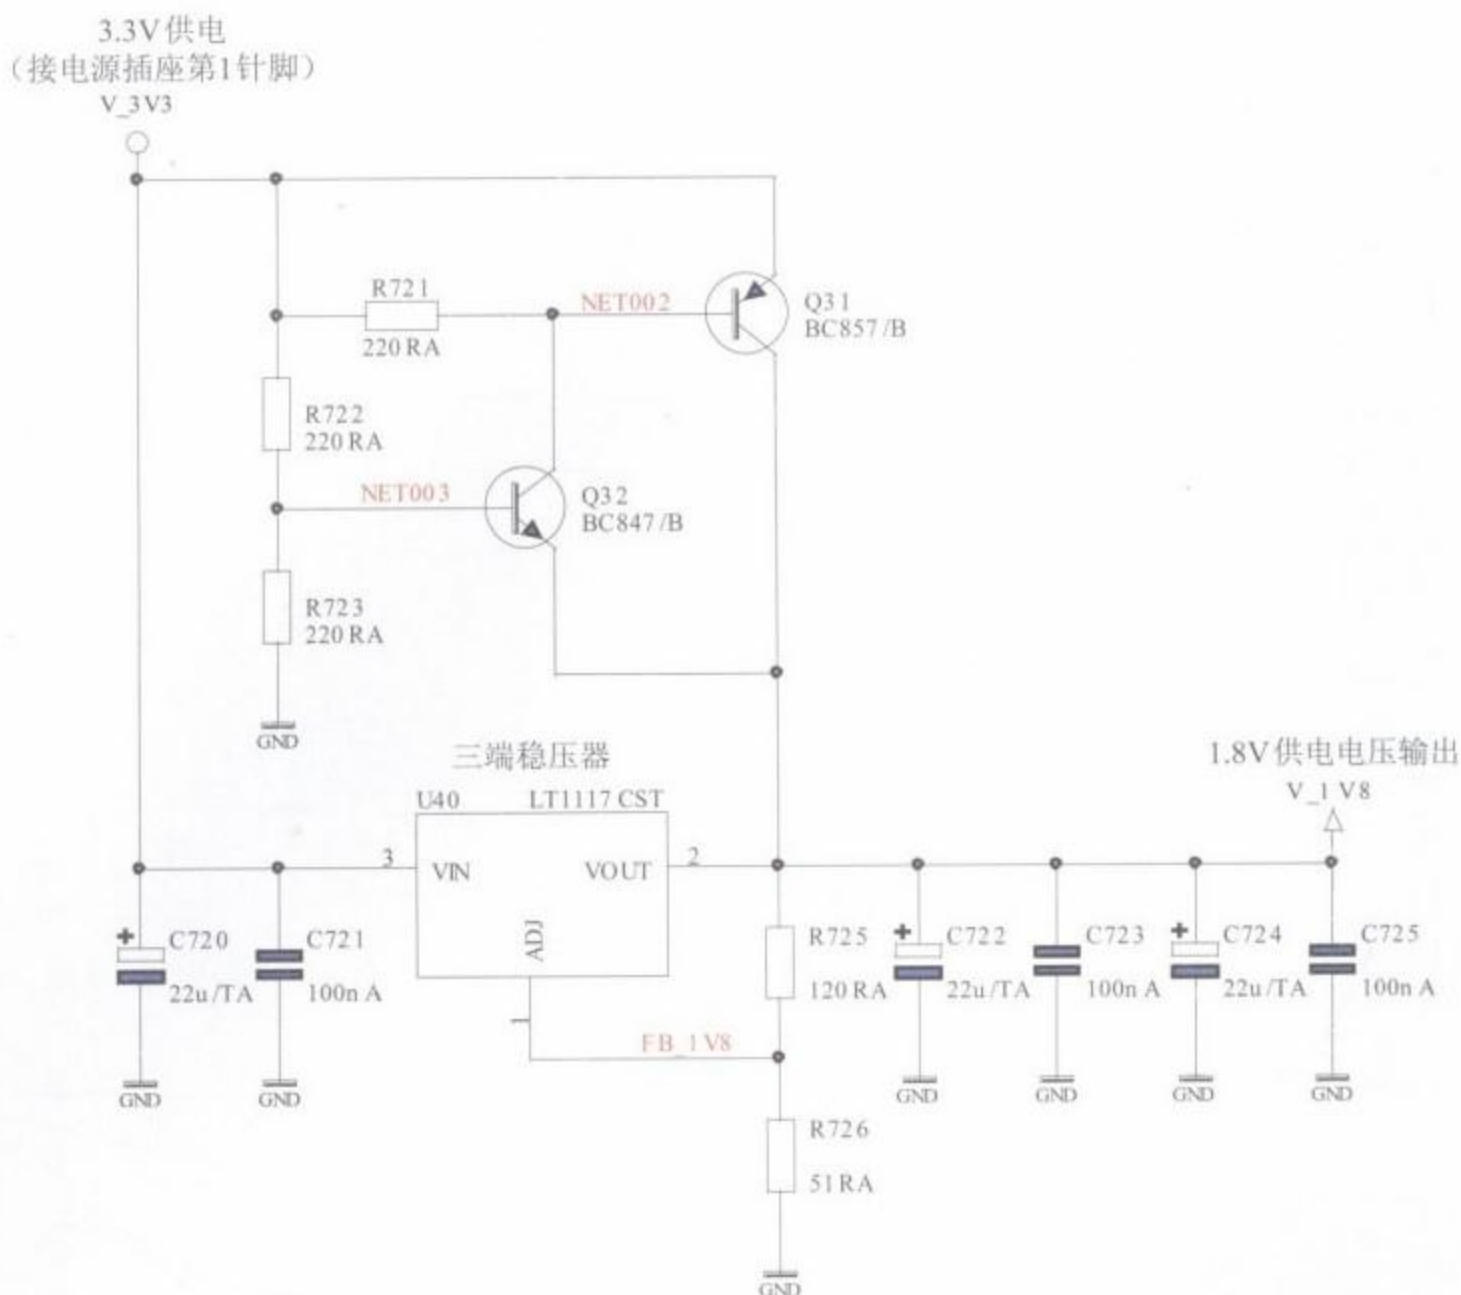

图8-42 三端稳压器组成的1.8V供电电路
1.8V供电电压一般是3.3V电压通过三端稳压器转换后得到, 如图8-42所示为LT1117组成的1.8V供电电路。